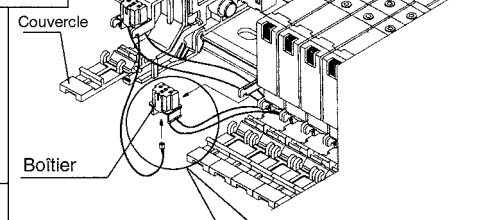

Fig.3
- 6 Comme l'indique la Fig.3, ajoutez l'embase supplémentaire sur le rail DIN du côté U. Reportez-vous au diagramme du circuit et insérez le câble (Bob.A: noir, Bob.B: blanc) (Fig.4).